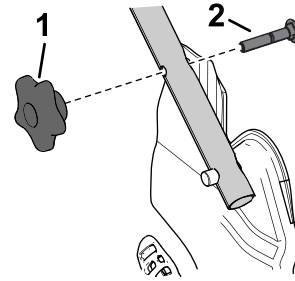

Figura 16
1. Retire y guarde los 2 pomos del manillar y los 2 pernos de cuello cuadrado de los soportes del manillar (Figura 16).